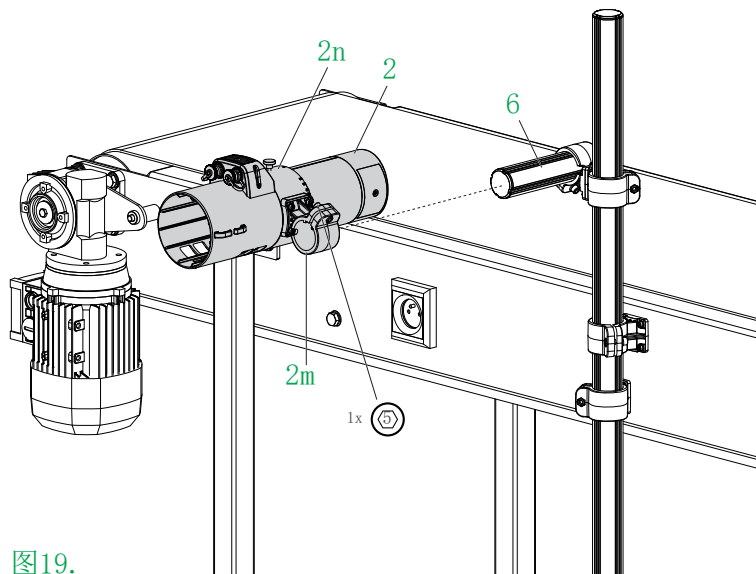

图19.
- 将集成喷头2安放在支撑杆6（见图19）上。用5号内六角扳手拧紧夹具2m中的螺丝，将夹具固定在集成喷头支撑6上。